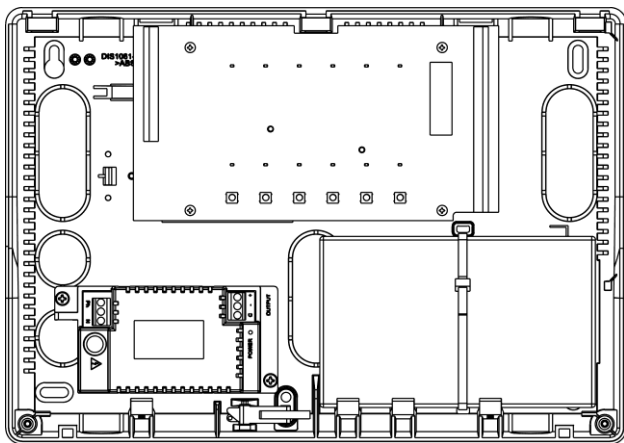

Figura 3 – Ancoraggio batteria tramite fascetta
**! ATTENZIONE:** la batteria deve essere ancorata mediante la fascetta fornita a corredo come illustrato nella figura 3.